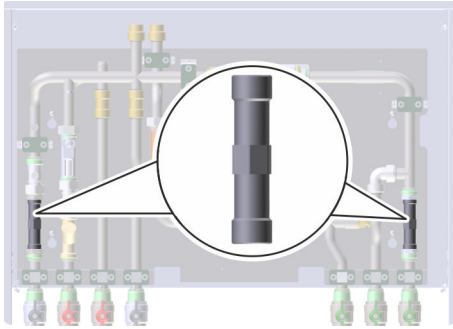

Abb. 81: Passstück
3. ➤ Verschraubung des Passstücks (Abb. 81) mit einem Rollgabelschlüssel lösen und entfernen.